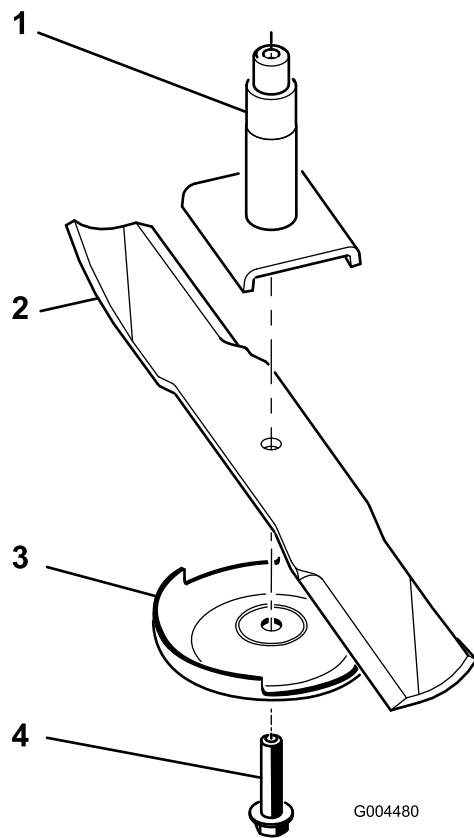

Figura 97
2. Retire a cavilha da lâmina, a placa antidano e a lâmina do eixo (Figura 97).
Nota: Se a lâmina ficar na horizontal é porque está equilibrada e pode ser utilizada. Se lâmina não estiver equilibrada, lime algum metal da extremidade da aba apenas (Figura 97). Repita este procedimento até a lâmina estar equilibrada.
1. Instale a lâmina no eixo (Figura 97).
2. Instale a placa antidanos e o parafuso da lâmina (Figura 97).